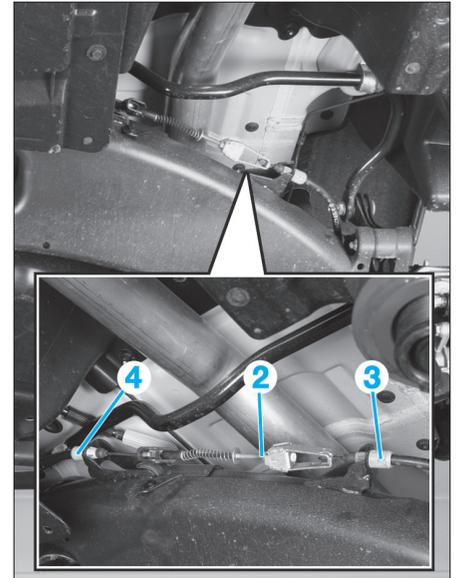
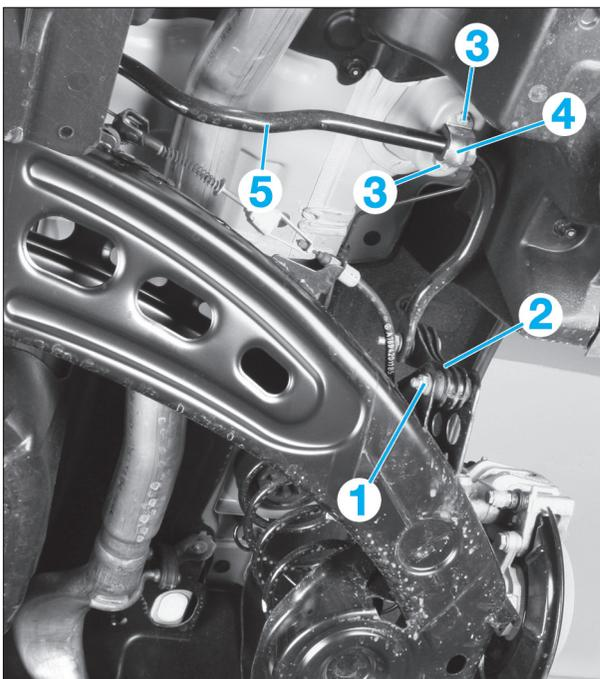

FIG. 26
FIG. 24
- De chaque côté, déposer (Fig.24) :
- la fixation (1) de la biellette de barre stabilisatrice (2) sur l'essieu arrière,
- les fixations (3) de l'étrier (4).
- Sortir la barre stabilisatrice (5).
- Desserrer le contre-écrou (2) de réglage du frein de stationnement (Fig.26) jusqu'à pouvoir décrocher les câbles (3) et (4).